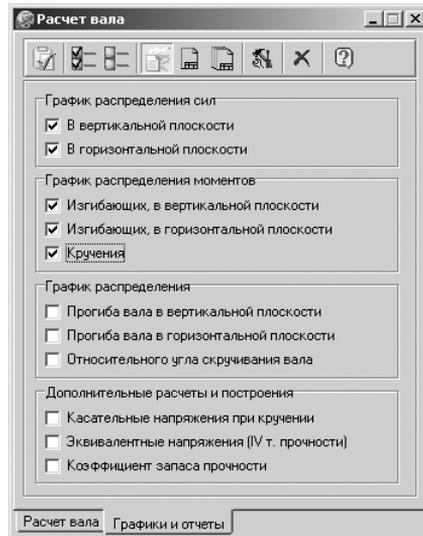

Рис. 3.70. Главное окно системы **Расчет вала** с открытой вкладкой **Графики и отчеты**
- щелкните в главном окне системы **Расчет вала** по вкладке **Графики и отчеты**. Появится соответствующая вкладка, см. рис. 3.70.